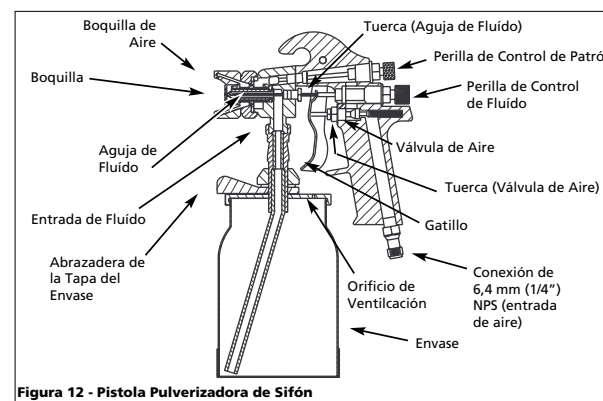

Figura 12 - Pistola Pulverizadora de Sifón
5. Sáquele las tuercas que sostienen los empaques y reemplácelos SOLO si no puede eliminar la fuga de material después de apretar las tuercas (Vea la Figura 12). No apriete demasiado estas tuercas ya que podría restringir el movimiento de la aguja.